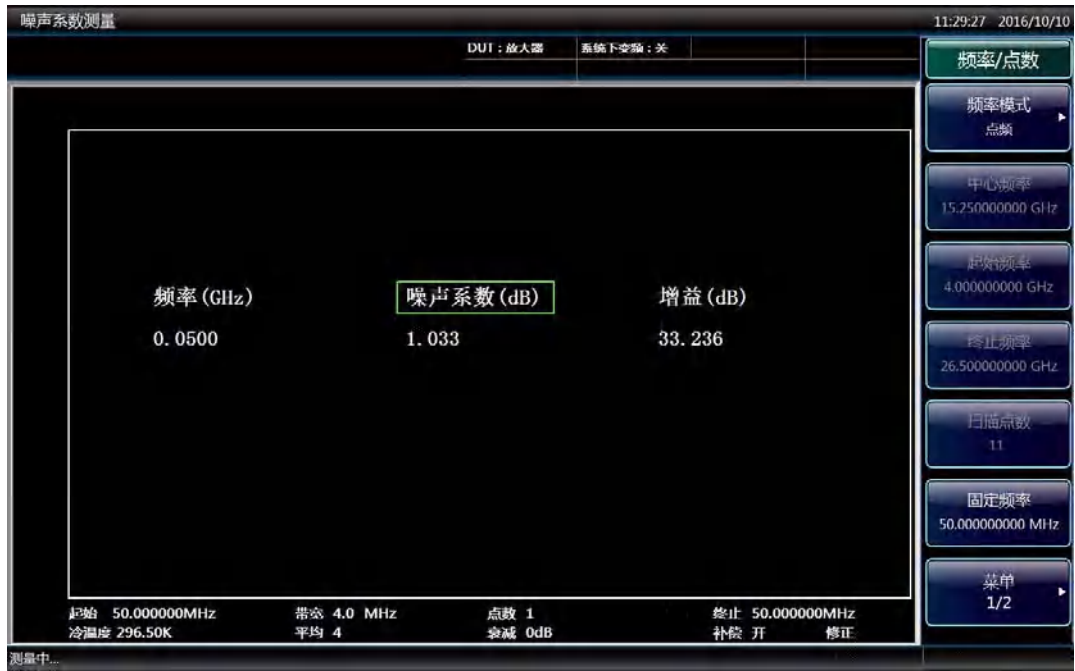

图3.43 测试仪格式显示固定频率测量结果
- 步骤13.** 将被测件连接在噪声源输出和噪声系数分析仪输入端口之间。测量结果用测试仪格式显示，与图3.43类似。
在图3.43中显示被测件在50MHz频率点时噪声系数和增益测量结果。符合表3.15中所列的技术要求。